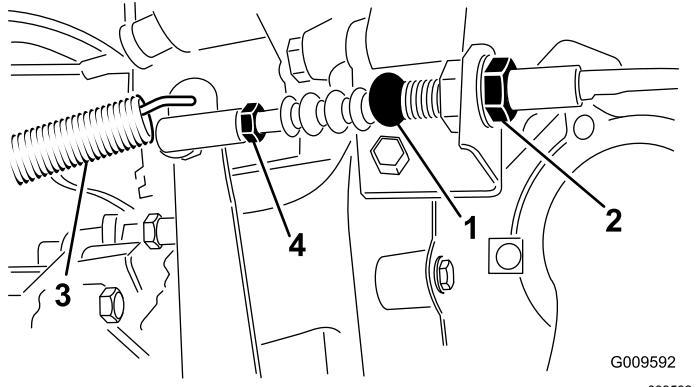

Figura 70
1. Alivie as porcas de retenção que fixam o cabo ao suporte no cárter do volante (Figura 70).